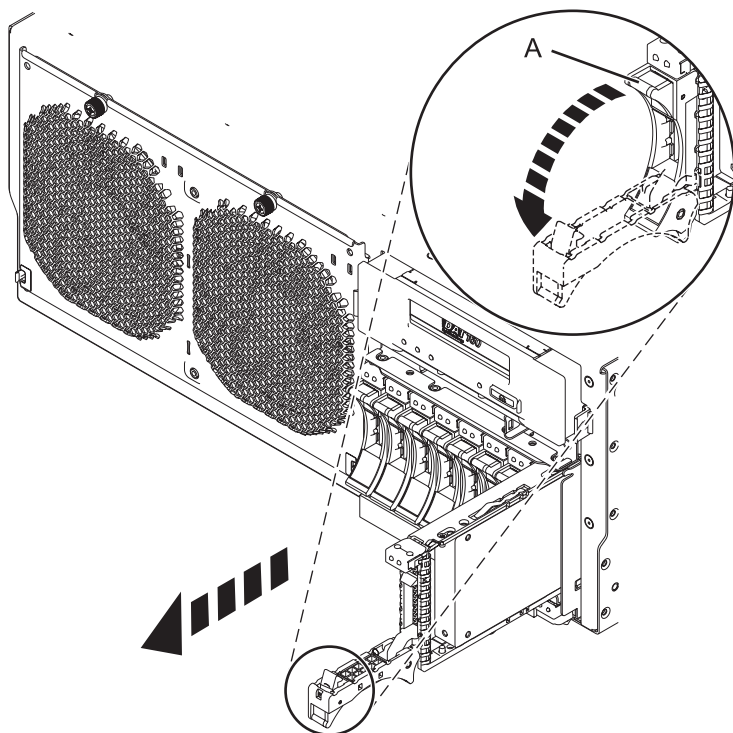

Figura 3. Extraer la unidad de disco de la placa posterior
- 1) Desbloquee el asa de la unidad de disco (A) y tire de ella hacia usted para desencajar la unidad de disco.
- 2) Coloque una mano debajo de la unidad de disco y, con cuidado, saque del sistema la unidad tal como se muestra en la Figura 3.